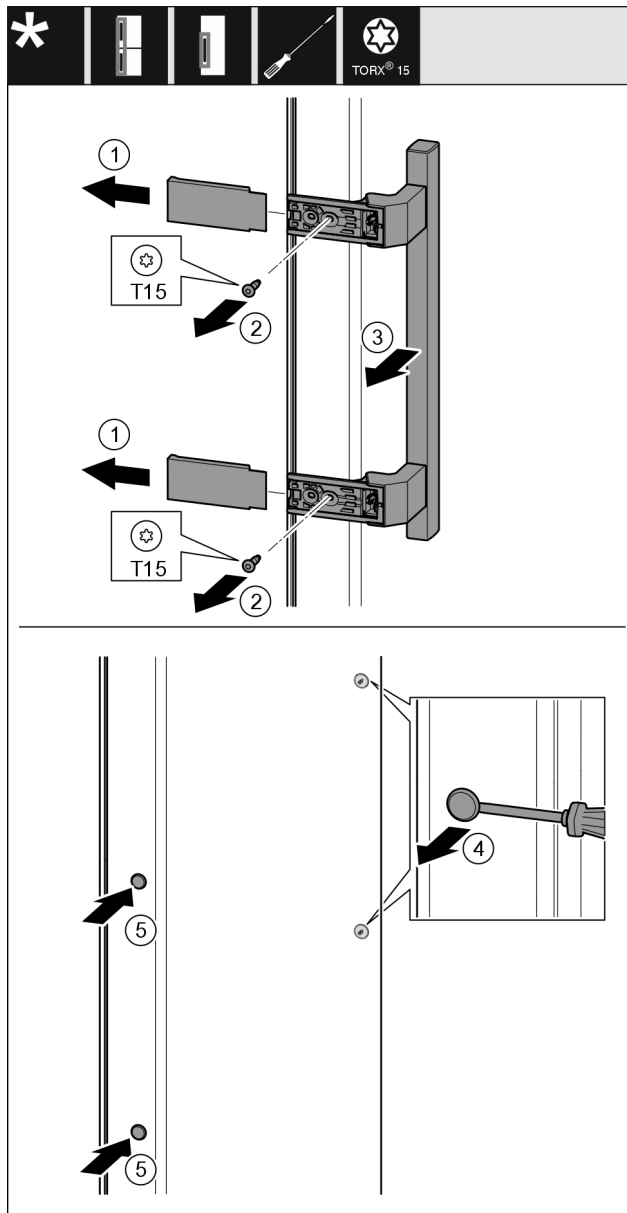

Fig. 52
- Snemite pokrov Fig. 52 (1).
- Izvijte vijake Fig. 52 (2) z izvijačem.
- Snemite ročaj Fig. 52 (3).
- Previdno dvignite stranski čep Fig. 52 (4) s ploščatim izvijačem in ga izvlecite.
- Vstavite čep Fig. 52 (5) nazaj na drugi strani.